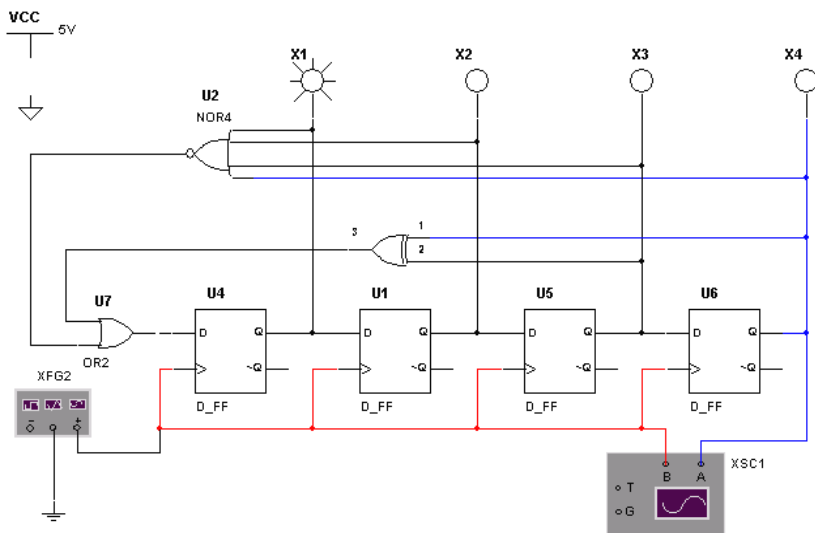

Рис. 46. Четырехразрядный генератор ПСП
1. Нарисовать схему генератора ПСП для  $n = 4$ , приведенную на рис. 46. Поместить на схему функциональный генератор (*Function Generator*) и осциллограф (*Oscilloscope*).